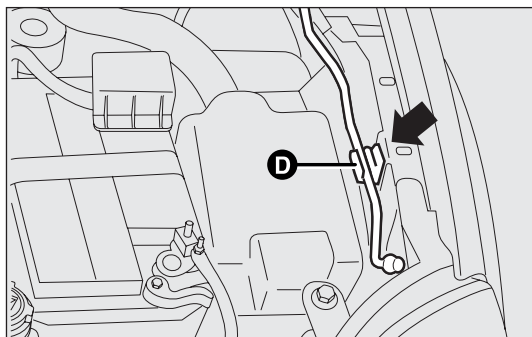
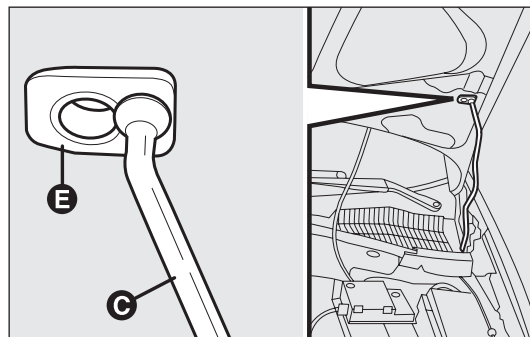

fig. 85
fig. 86
- ☐ sollevare il cofano e contemporaneamente liberare l'asta di sostegno D-fig. 85 dal proprio dispositivo di bloccaggio, quindi inserire l'estremità C-fig. 86 dell'asta nella sede E del cofano.
- ☐ tenere sollevato il cofano con una mano e con l'altra togliere l'asta C-fig. 86 dalla sede E e reinserirla nel proprio dispositivo di bloccaggio D-fig. 85;